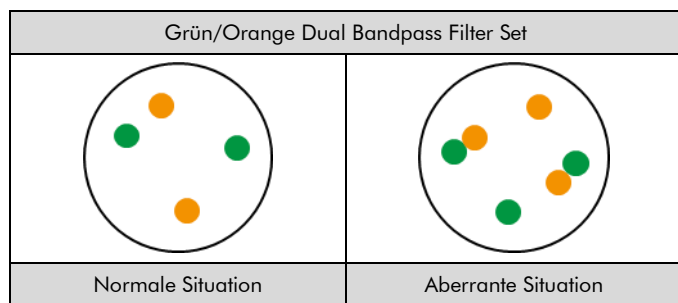

Abb. 2: Zu erwartende Ergebnisse in normalen und aberranten Zellkernen
**Normale Situation:** In Interphasen von normalen Zellen oder Zellen ohne eine Translokation der entsprechenden Genregion erscheinen zwei einzelne grün/orange Signale (siehe Abb. 2).
**Aberrante Situation:** Eine Genfusion wird durch ein separates oranges Signal, ein separates grünes Signal sowie durch zwei orange/grüne Fusionssignale gekennzeichnet (siehe Abb. 2).